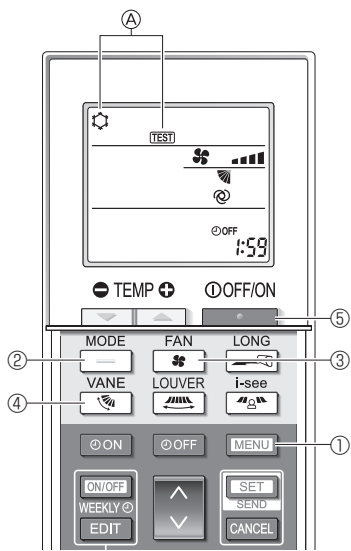

Fig. 8-5
- 2. Pulse el botón **MENU** ① durante 5 segundos. (Fig. 8-5)
- 3. Pulse el botón **MENU** ①.
En pantalla se visualiza ④ [TEST] (PRUEBA) y el modo actual de funcionamiento. (Fig. 8-5)
- 4. Pulse el botón **TEMP** ② para activar el modo de refrigeración, y compruebe si sale aire frío de la unidad.
- 5. Pulse el botón **TEMP** ② para activar el modo de calefacción, y compruebe si sale aire caliente de la unidad.
- 6. Pulse el botón **FAN** ③ y compruebe si cambia la velocidad del ventilador.
- 7. Pulse el botón **VANE** ④ y compruebe que el sistema automático de desviación del aire funciona correctamente.
- 8. Pulse el botón **OFF/ON** ⑤ para detener la prueba de funcionamiento.